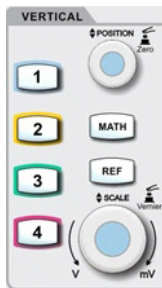

Рис. 7 Панель управления
2. Подключить наконечник пробника к выходу калибровочного сигнала на лицевой панели осциллографа (см. рис. 7).